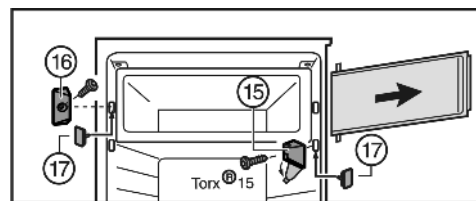

Fig. 7
- ▶ Odchylić osłonę płytki zawiasu Fig. 7 (15).
- ▶ Odkręcić płytkę zawiasu Fig. 7 (15) z drzwiami.
- ▶ Odkręcić element zamykający Fig. 7 (16).
- ▶ Zwolnione otwory należy zatkać dołączonymi zatyczkami Fig. 7 (17).